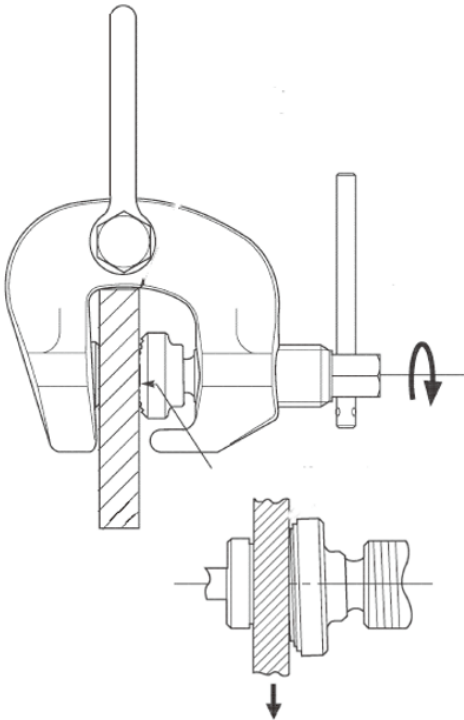

Abb.3-2: Last anheben und absenken
1. Die Schraube wird durch Drehen im Uhrzeigersinn angezogen und durch Drehen gegen den Uhrzeigersinn gelockert (Abb. 3-2).
2. Die Last muss vollständig zwischen die Klemme eingeführt werden, bis Sie den Anschlag der Klemme berührt (siehe Abb. 3-2, links).